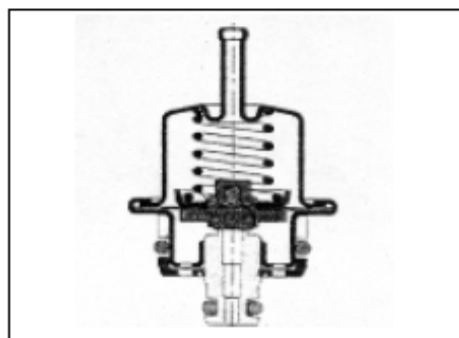

Рис. 43
3. Регулятор давления топлива (DR) (см. Рисунок 43).